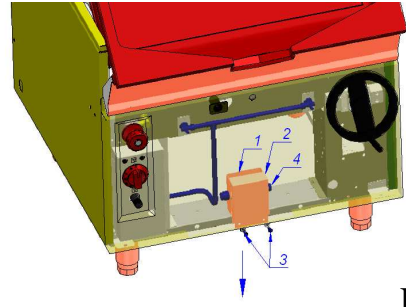

Fig. 2
Para acceder a la regleta de conexión eléctrica del aparato (ver Fig.2), soltar tornillos (3)tapa regleta(2) y sacar dicha caja por la parte inferior del panel frontal. de la tapa del. Pasar el cable manguera por el prensa estopas situado en la caja eléctrica y conectar en la regleta.